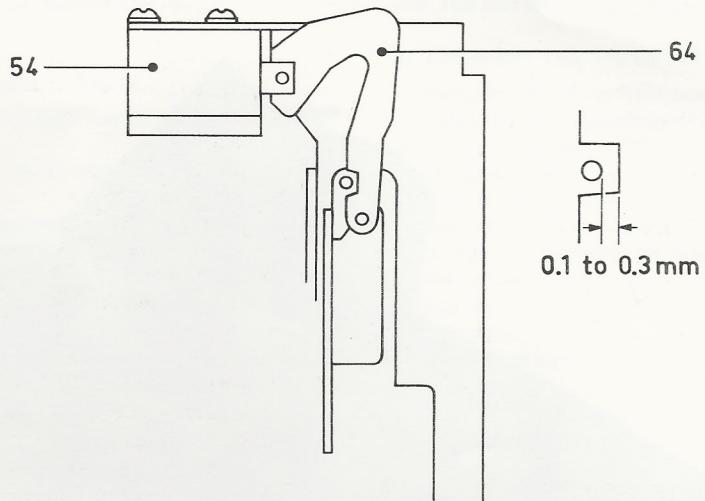

Fig. 3
6. Holding magnet (refer to Fig. 3)
6. Houdmagneet (Fig. 3)